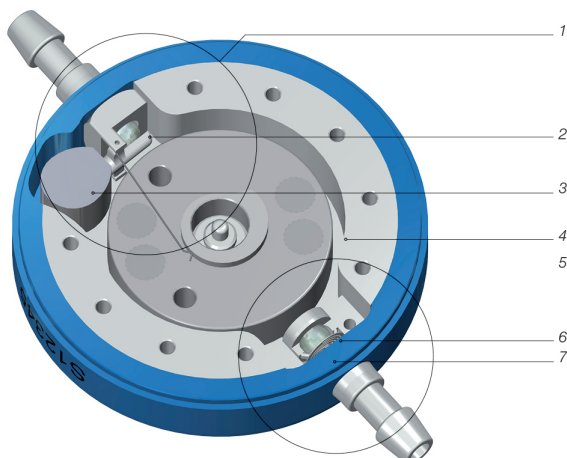

Fig. 1: Sezione trasversale della M.blue
*M.blue* è una valvola realizzata in titanio. È costituita da un'unità a gravitazione regolabile e da un'unità a pressione differenziale (Fig. 1).